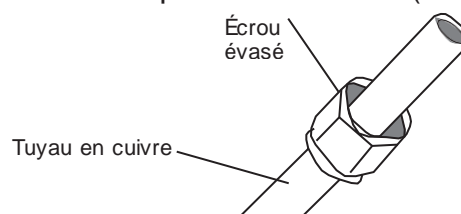

Fig. 7.7
- Placez les écrous évasés aux deux extrémités du tuyau. Assurez-vous qu'ils sont dans la bonne direction, car vous ne pourrez pas les mettre ou changer leur direction après l'évaseement (voir Fig. 7.7).